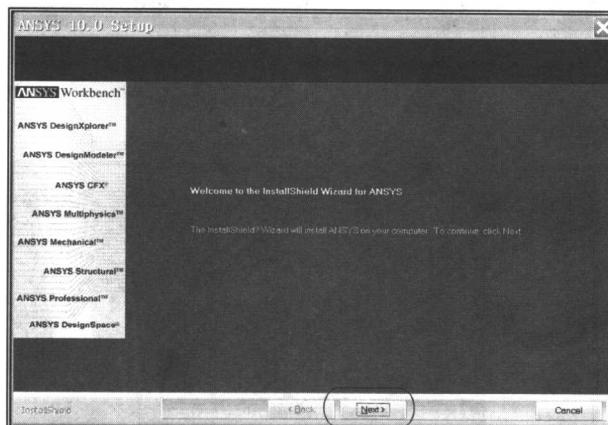

图 1-2 ANSYS 安装欢迎界面
- ② 开始运行 ANSYS 安装程序，出现 ANSYS 安装欢迎界面如图 1-2 的所示，选择 Next 按钮进行下一步安装。